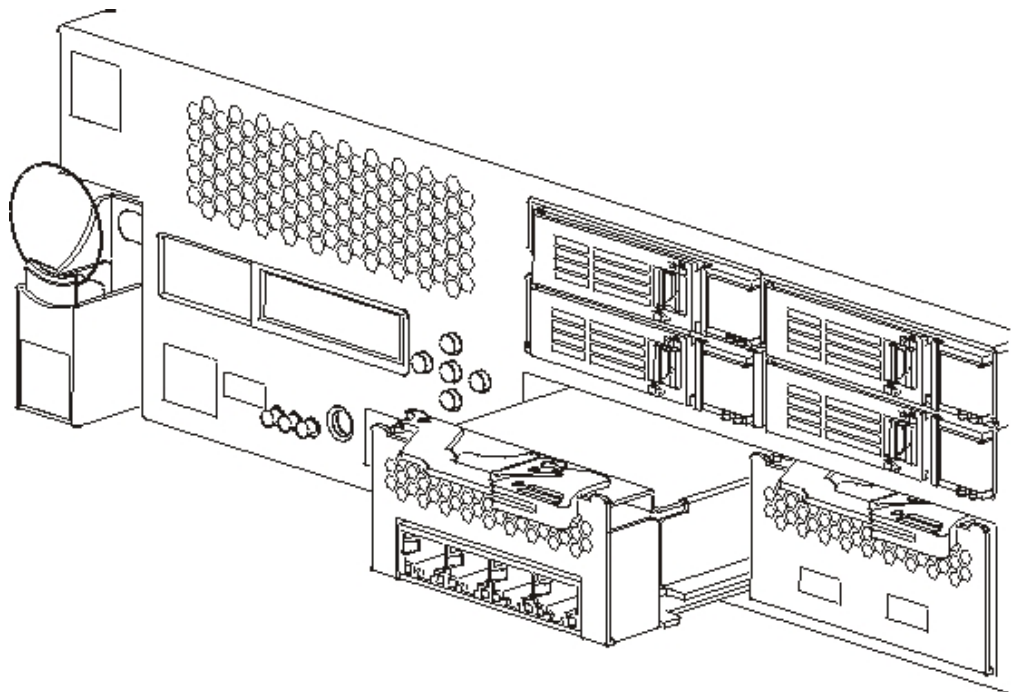

Figura 18. Removendo um Módulo Ethernet
- Puxe a alavanca em sua direção para remover os módulos Ethernet, conforme mostrado na Figura 18.